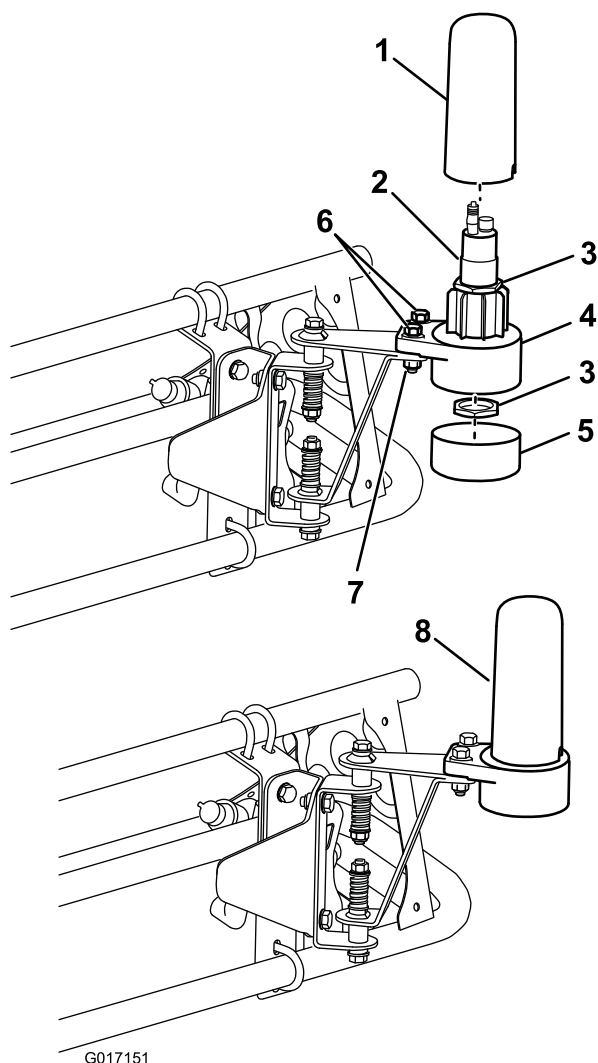

Figura 13
4. Montate il vano del sensore inferiore sulla bulloneria di montaggio del sensore con 2 bulloni (5/16 x 1/4 poll.) e 2 controdadi (5/16 poll.) (Figura 13).
6. Montate il sensore sul relativo vano inferiore e fissatelo con 2 dadi grandi forniti con il sensore medesimo (Figura 13).
7. Montate il tubo del tappo e il coperchio (Figura 13).